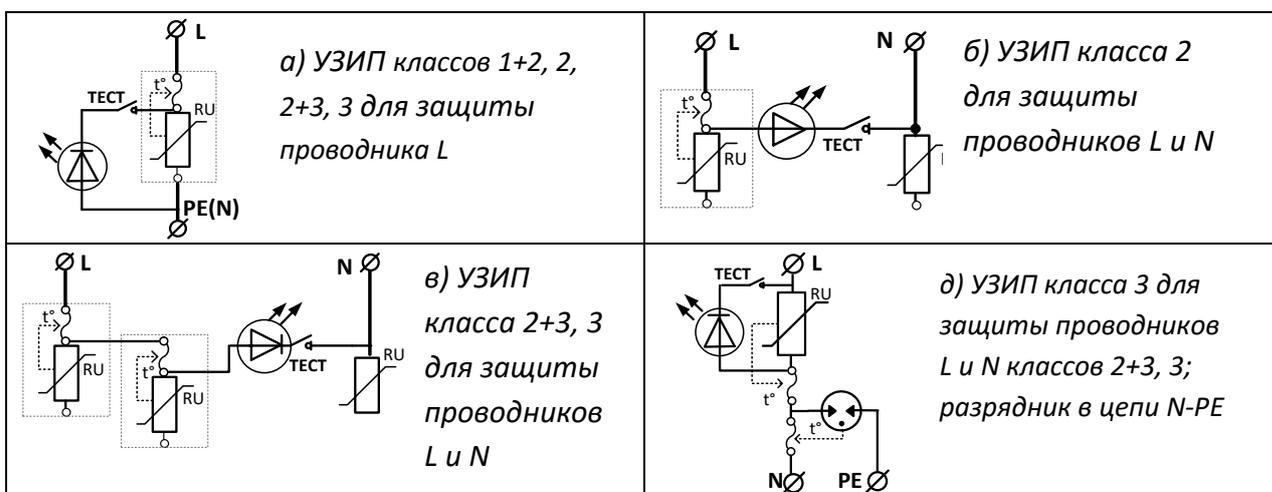

Рисунок 3. Функциональные схемы индикатора состояния УЗИП
1. Светодиодный индикатор состояния, позволяющий контролировать исправность УЗИП (тепловой разъединитель не сработал) при подключенной сети. Светодиод загорается при нажатии кнопки «тест». При срабатывании теплового разъединителя светодиод гореть не будет. Характеристики схемы индикации приведены в таблице 1, функциональные схемы на рис. 3.